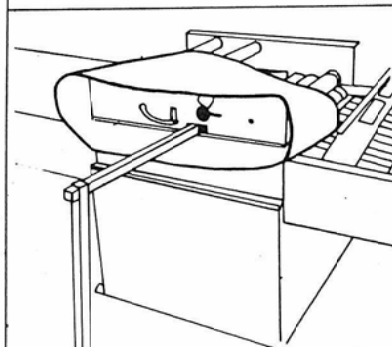

図4
6. ナット⑥をはずし、ベルト交換用のバーを取付ける。〔図4〕
7. 長い方のスタンドでバーを持ち上げる。〔図4〕
8. 図4のようにしてベルトを入れ替えて下さい。